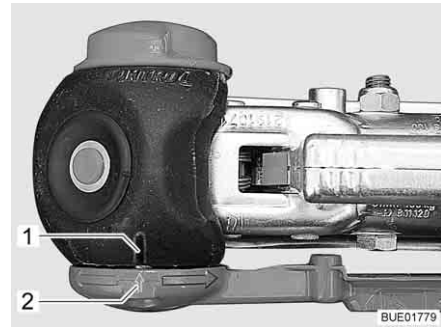

Fig. 5 Contrôle "AKS terminé"
- Pousser le levier de stabilisation vers le bas jusqu'à ce que le repère se trouvant sur le levier de stabilisation (Fig. 5,2) corresponde avec celui se trouvant sur le carter de stabilisation (Fig. 5,1).